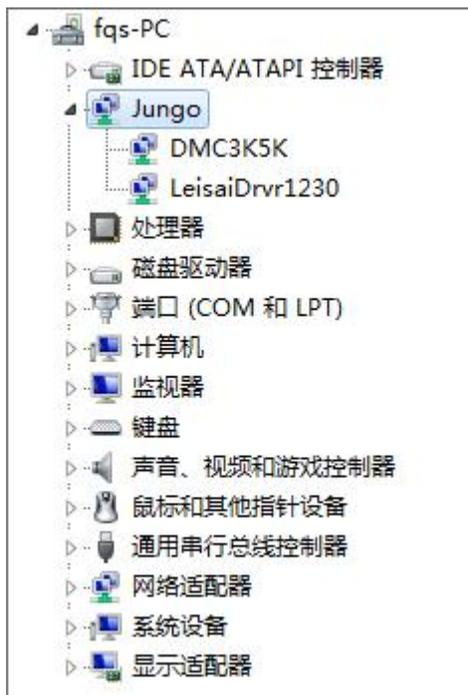

图 4.10 正确安装驱动程序后的设备信息
7、打开设备管理器，在“Jungo”选项下可以看到“DMC3K5K”和“LeisaiDrvr1230”注册信息。至此，控制卡就可以正常使用了，如图 4.10 所示。